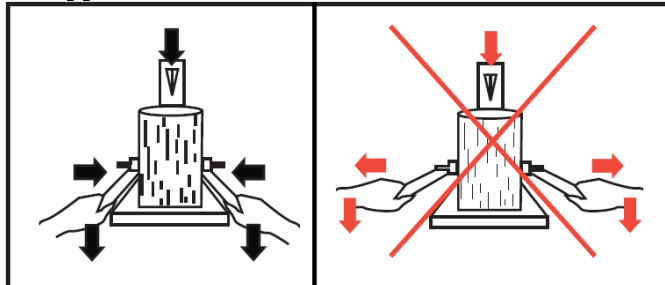

Fig.17 : c) Mantenere il ceppo con le braccia de sostegno
c) Mantenere el ceppo con le braci de sostegno. (Fig.17) tenendo le leve di comando.